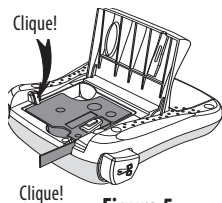

Figura 5
3. Prima a cassete com firmeza até ouvir um clique, indicando que a mesma está correctamente posicionada. Ver Figura 5.